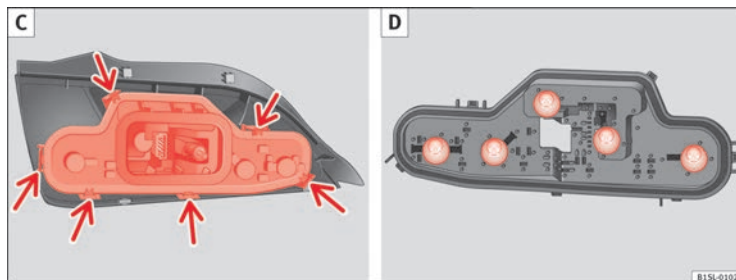

Abb. 157 Rückleuchte: C: Lampenhalter ausbauen, D: Glühlampen ausbauen.
9. Lampenhalter an den Verriegelungslaschen (Pfeile) entriegeln ⇒ Abb. 157 C und Lampenhalter aus der Rückleuchte herausnehmen.
10. Ausgefallene Glühlampe durch eine neue Glühlampe gleicher Ausführung ersetzen ⇒ Abb. 157 D.
11. Lampenhalter in die Rückleuchte einsetzen. Die Verriegelungslaschen (Pfeile) müssen hörbar einrasten ⇒ Abb. 157 C.